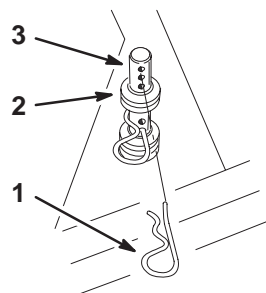

Figure 11
1. De l'autre côté du silencieux, placez les rondelles et goupilles fendues supplémentaires dans les montants de hauteur de coupe avant et arrière (Fig. 11).